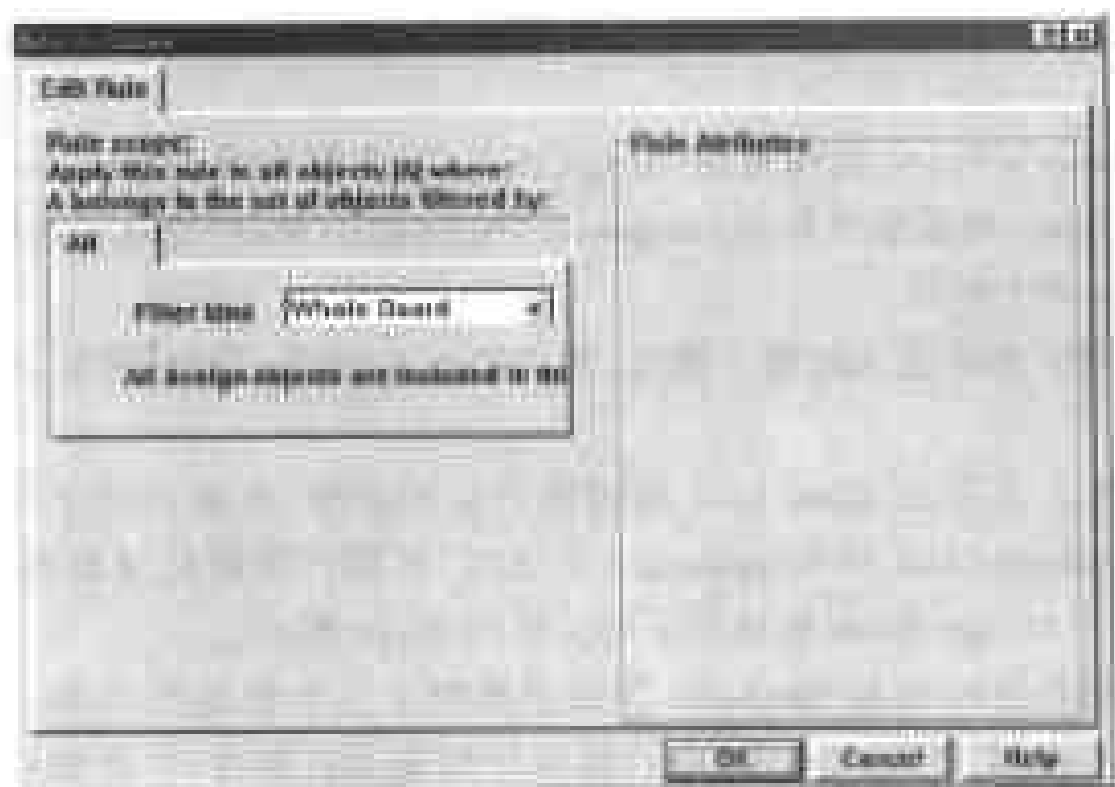

图 9-41 设置可忽略网络的对话框
(1) 选择 Design > Rules,在弹出的 Design Rules 对话框中单击 Placement 标签,然后在对话框的 Rule Classes 列表框中单击 Nets to Ignore,此时对话框下部方框中将只包含 Scope 一个栏目。
(2) 在对话框下部单击 Add 命令按钮,弹出如图 9-41 所示的对话框,供用户设置这一规则。